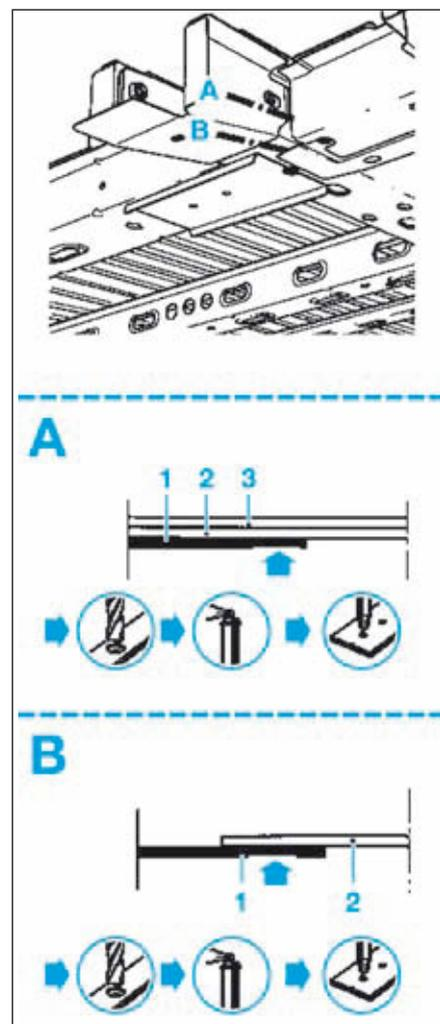

FIG.126
- Dépointer et fraiser comme illustré (Fig.126).
- Tracer puis percer à l'aide d'un foret pour soudage ultérieur par points (Fig.126).
- Souder par points électriques et bouchonnage MIG (Fig.126).